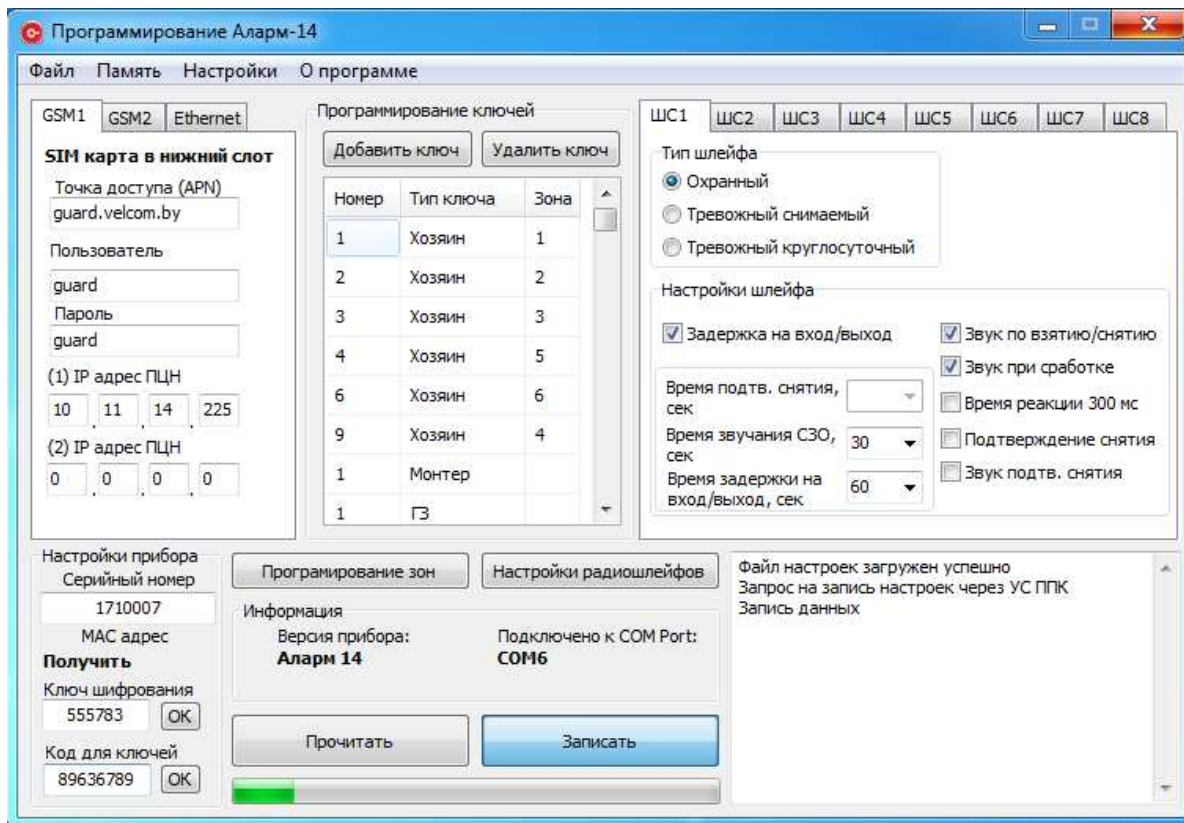

Рисунок 17.
3.4.3 Для удаления записанного ранее в ЭЗУ прибора ключа доступа, выделите нужный ключ доступа в поле «Программирование ключей» и нажмите кнопку «Удалить ключ» (рисунок 17).
3.5.1 Для записи в ЭЗУ прибора его параметров, установленных в процессе программирования, нажмите кнопку «Записать» (рисунок 17).